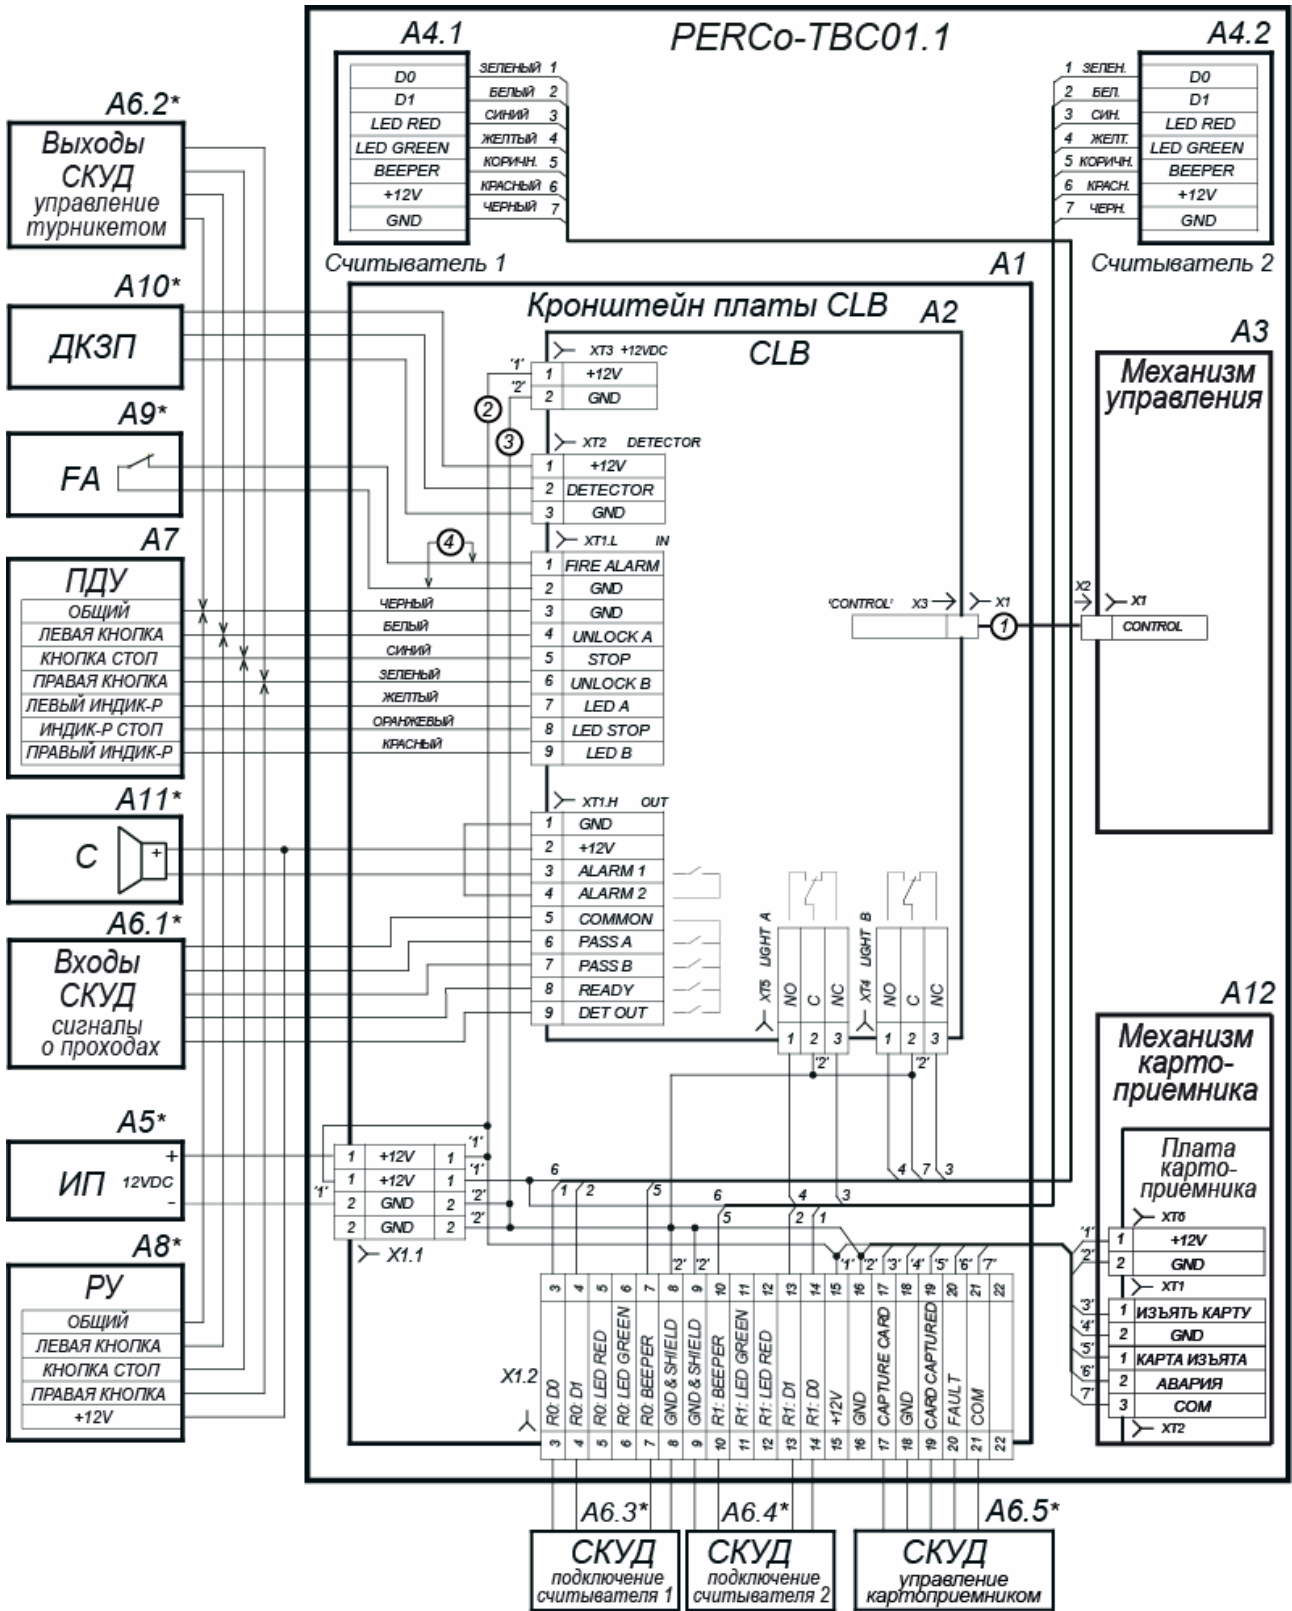

Рисунок 12. Схема электрических соединений турникета¹
Управление механизмом картоприемника осуществляет СКУД подачей сигнала на вход *Изъять карту* платы управления картоприемником (контакт 17 клеммной колодки **X1.3**, см. рис. 12). Картоприемник формирует сигнал *Карта изъята* (контакт 19 клеммной колодки **X1.3**) и в определенных случаях – сигнал *Авария* (контакт 20 клеммной колодки **X1.3**).
Турникет имеет маркировку в виде этикетки и наклейки. Этикетка расположена внутри на задней стенке стойки. На этикетку нанесены: товарный знак, контактные данные предприятия изготовителя, год, месяц изготовления, напряжение питания, потребляемая мощность. Наклейка находится на внутренней поверхности крышки (3). На наклейке изображена общая схема соединений турникета, аналогичная приведенной на рис. 12. Для доступа к этикетке и наклейке необходимо снять крышку (3).
- 7 Подключите кабель питания (16) к клеммной колодке **X1.1** (см. рис. 12). Подключите кабель ПДУ (15) к клеммной колодке **XT1.L** на плате управления (см. рис. 5). Подключите при необходимости кабели от других устройств к соответствующим клеммным колодкам платы управления (см. рис. 5 и рис. 12).
- 9 После подключения всех кабелей и закрепления стойки на полу установите на место крышку (3) (см. разд. 6). Для установки в рабочее положение преграждающих планок снимите с поворотного механизма крышку (6), отвернув винт M4×25. Отверните болт M8×30, установленный на преграждающей планке (5). Установите преграждающую планку в соответствующее посадочное место и зафиксируйте болтом. Под головку болта установите пружинную шайбу. Затяжка болтов должна обеспечивать надежную фиксацию преграждающей планки (без люфта).
- 11 Установите в рабочее положение крышку (6), закрепив ее винтом.
- 10 Подсоедините кабель картоприемника к плате картоприемника согласно схеме (см. рис. 12) и рис. 10.
- 11 Установите торцевые крышки (8) в рабочее положение и закрепите в порядке, обратном снятию.
- 12 Установите в рабочее положение контейнер картоприемника (12) со стороны механизма картоприемника, а заглушку (10) – с противоположной стороны.
- 13 Установите крышку (3) в рабочее положение (см. разд. 6).
Подключение контроллера к плате управления турникета производится в соответствии с рис. 12.
Передача данных от считывателей осуществляется по интерфейсу *Wiegand*. Подключение считывателей к контроллеру СКУД необходимо производить экранированным кабелем в соответствии с рис. 12.
* Линии управления светодиодной индикацией считывателей при производстве подключены к клеммным колодкам **XT4**, **XT5** платы управления (см. рис. 12). Для осуществления внешнего управления индикацией от контроллера СКУД необходимо отключить синие и желтые провода считывателей от разъемов **XT4**, **XT5** платы управления, и подключить их к соответствующим контактам выносной клеммной колодки **X1.2**.